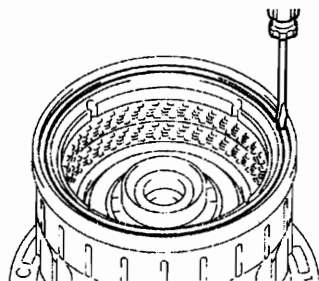

图 12-1-152
②如图 12-1-152 所示，用螺丝刀安装孔卡环。
(10) 拆下倒挡离合器反冲套筒。
①如图 12-1-152 所示，用螺丝刀将卡环从离合器鼓总成上拆下。